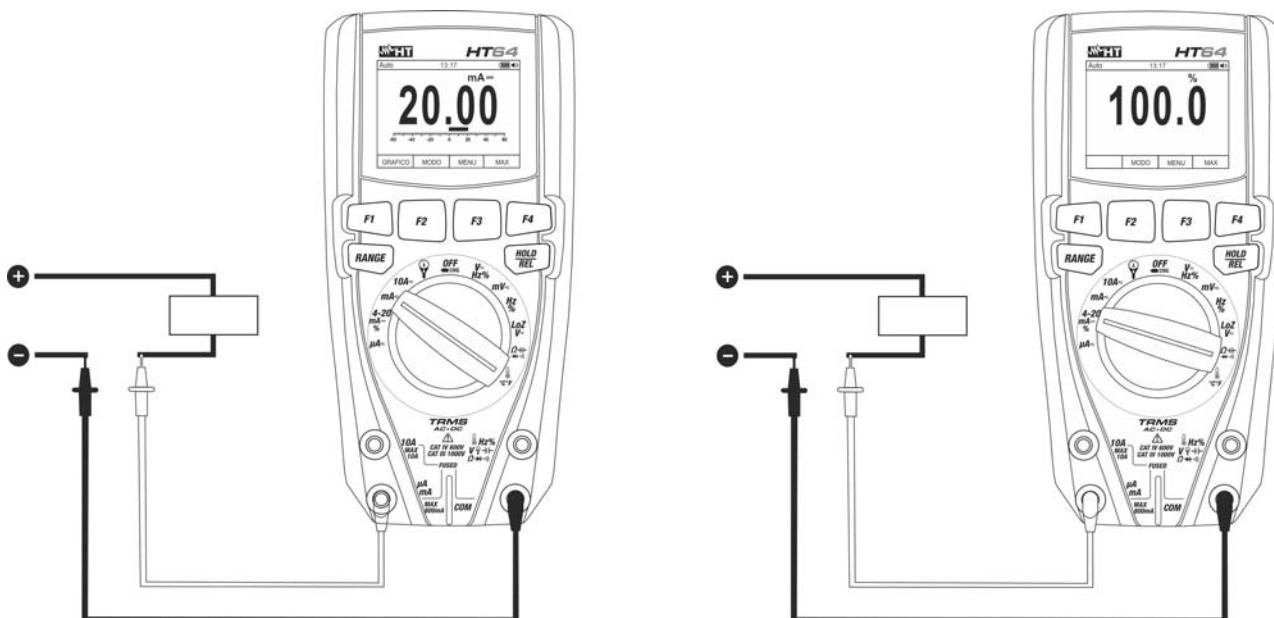

Fig. 30: Uso dello strumento per misura di Corrente DC e lettura 4-20mA%
4. Collegare il puntale rosso ed il puntale nero in serie al circuito di cui si vuole misurare la corrente rispettando la polarità ed il verso della corrente (vedere Fig. 30)
6. Il valore della corrente DC (vedere Fig. 30 – parte sinistra) è visualizzato a display
7. Il valore della lettura 4-20mA% (0mA = -25%, 4mA = 0%, 20mA = 100% e 24mA = 125%) (vedere Fig. 30 – parte destra) è visualizzato a display. La barra grafica non è attiva in questa funzione
9. La visualizzazione del simbolo "-" sul display dello strumento indica che la corrente ha verso opposto rispetto alla connessione di Fig. 30